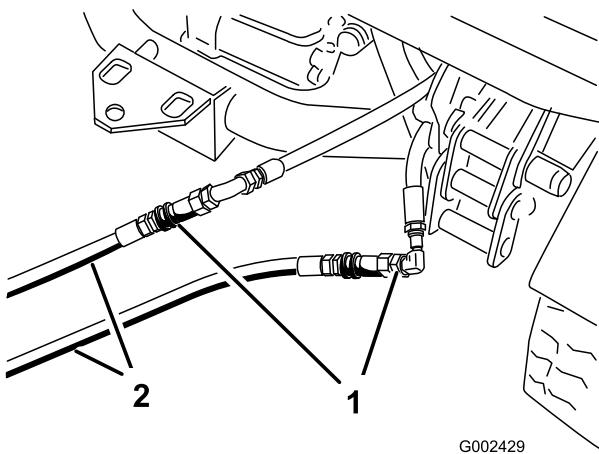

Рисунок 80
3. На неисправном подсоедините два промежуточных шланга к шлангам, которые были отсоединенены (Рисунок 80). Заглушите неиспользуемые фитинги.